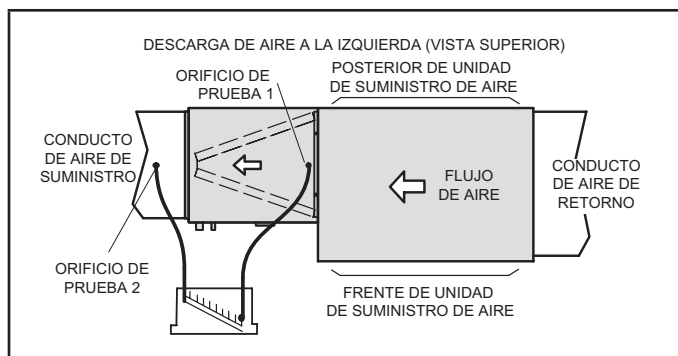

FIGURA 13. Prueba de presión estática
Para garantizar la precisión, la lectura de la presión estática debe tomarse desde el lado de entrada de aire hasta el lado de salida del serpentín. Consulte la figura 13 para ver un ejemplo de cómo obtener una lectura precisa.
- 1 - Realice un orificio de prueba de 5/16 pulg. en la carcasa del serpentín, a 1 pulg. de la brida del calefactor (orificio de prueba 1, figura 13).
- 2 - Realice un orificio de prueba de 5/16 pulg. en el conducto de suministro de aire (orificio de prueba 2, figura 13).